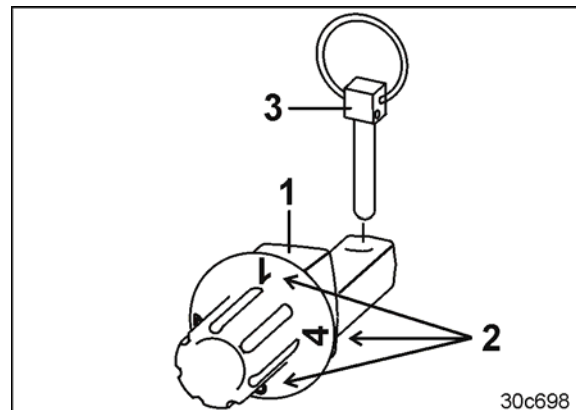

Fig. 83
Den Tiefenregulierungsbolzen nach jedem Umstecken mit einem Klapstecker (Fig. 83/3) sichern.
7. Beide Stellstangen mit Klappsteckern (Fig. 83/3) sichern.
- Die Kanten (Fig. 83/1) des Tiefenregulierungsbolzens haben dazu unterschiedliche Abstände und sind mit den Zahlen 1 bis 4 gekennzeichnet.
- je größer die Zahl (Fig. 83/2) ist, die am Tragarm (Fig. 47/3) anliegt.